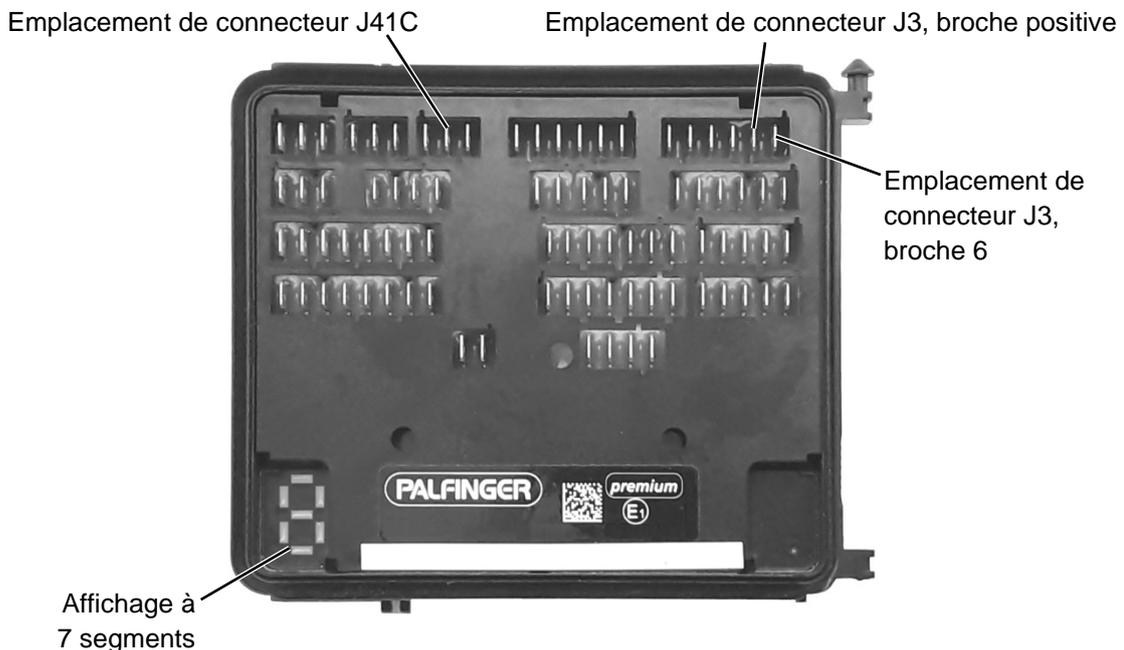

Figure 44 : Commande (exemple d'illustration)
- ▶ S'il n'y a pas d'interrupteur de plancher : Envoyez huit fois une impulsion positive sur l'emplacement de connecteur J3, broche 6 sur la commande (voir Figure 44). Pour cela, vous pouvez débrancher le plus de la broche située en dessous.
- ▶ Sur la commande, débranchez le connecteur à 3 broches du capteur de plate-forme J41C (voir Figure 44, à la page 65).